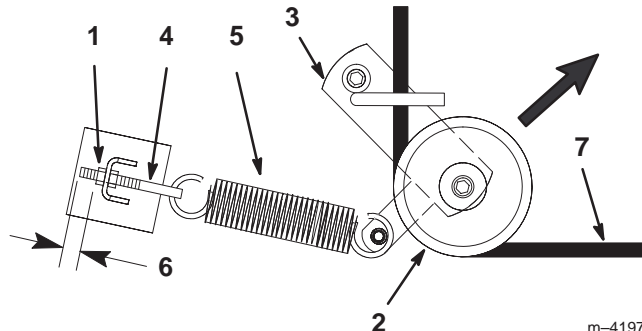

Figure 43
5. Tirez la poulie de tension dans la direction indiquée à la Figure 43 et retirez la courroie des poulies.
6. Faites passer la courroie neuve dans le bras de tension et autour de la poulie de tension (Fig. 43).
7. Tirez la poulie de tension dans la direction indiquée à la Figure 43 et acheminez la courroie autour des autres poulies (Fig. 44).
Remarque : Vérifiez que 3 mm (1/8 pouce) de filetage du boulon à œil est visible (Fig. 43).